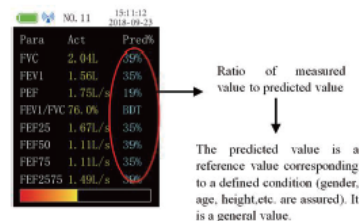
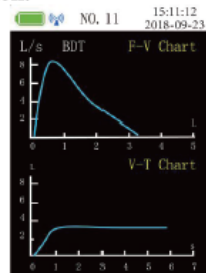

Abbildung 4 Hauptparameteroberfläche
Abbildung 5 Durchfluss-Volumen-Diagramm und Volumen-Zeit-Diagramm
(2) Atmen Sie in der Testoberfläche vollständig ein, schließen Sie die Lippen um das Mundstück und stoßen Sie die Luft in kürzester Zeit so kräftig wie möglich aus; die orangefarbene Anzeige in der oberen rechten Ecke blinkt in einer bestimmten Frequenz. Warten Sie dann einige Sekunden, das Gerät wechselt in die Hauptparameteroberfläche, wie in Abbildung 4 dargestellt.
**a. Hauptparameteroberfläche:** Anzeige von 8 Parameterwerten und des Verhältnisses jedes Parameters zu seinem entsprechenden prognostizierten Wert. Das Verhältnis spiegelt den Gesundheitszustand wider, die korrekte Einstellung der Personaldaten ist der Schlüssel zum Erhalt eines genauen Verhältnisses. Außerdem zeigt diese Oberfläche auch das Stromsymbol, die aktuelle Uhrzeit, die Fallnummer und den Gesundheitsstatusanzeiger an, wie in Abbildung 4 dargestellt.
c. „Durchfluss-Volumen-Diagramm“ und „Volumen-Zeit-Diagramm“, wie in Abbildung 5 dargestellt, erscheinen nach Drücken der AUF- oder AB-Taste in der Hauptparameteroberfläche, Abbildung 4 und Abbildung 5 sind die Hauptoberfläche.